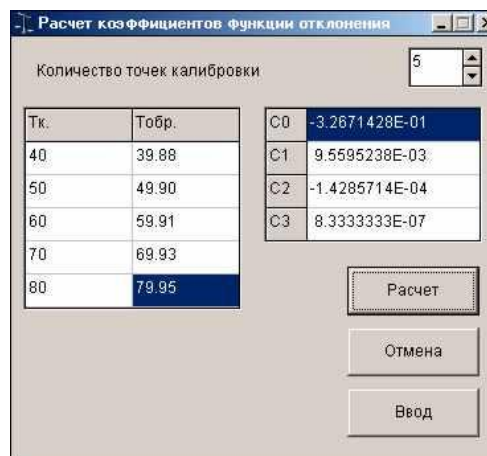

Рис. 5.
9.6.2. Кнопка «Расчет» открывает окно «Расчет коэффициентов функции отклонения». Рис. 5.
9.9. Окно «Расчет коэффициентов функции отклонения». Рис. 5.